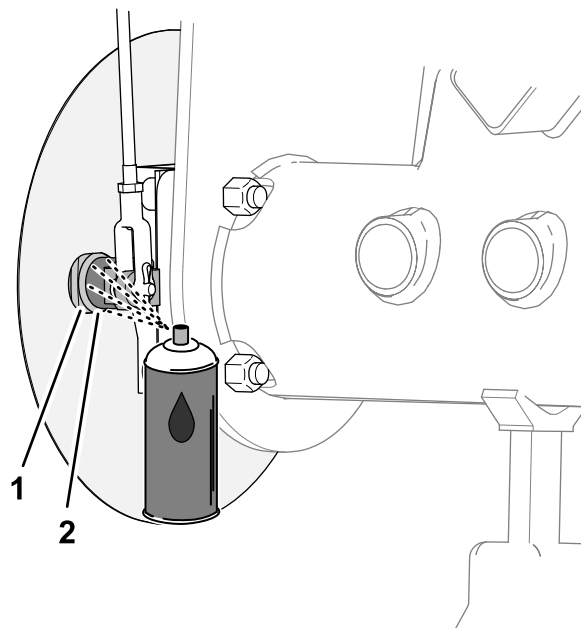
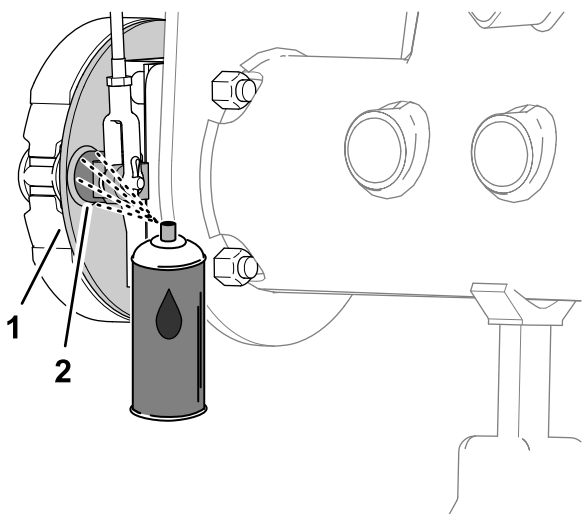

Bild 69
Bild 68
1. Sprühen Sie auf der Innenseite des Brems-Stützplatte (Maschinen ohne dem optionalen Grasschutzblech an den Felgen) oder des Radschutzblechs (Maschinen mit dem optionalen Grasschutzblech an den Felgen) Kriechöl zwischen die Bremsnockenwelle und der Brems-Stützplatte (Bild 68 oder Bild 69).